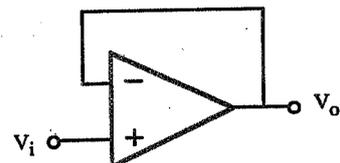

Figura 8.7. Amplificador seguidor.
• **Seguidor.** Por último, la configuración seguidor (figura 8.7) tiene una ganancia  $A_v=1$ , pero la impedancia de entrada y salida de este circuito valen  $Z_i \approx A_d R_i$  y  $Z_o \sim R_o / A_d$ , siendo  $R_i$  y  $R_o$  las impedancias de entrada y salida del OA. Por ejemplo, el 741 tiene las siguientes características:  $A_d=200.000$ ,  $R_i=1M\Omega$  y  $R_o=75\Omega$ . Aplicando las anteriores relaciones, se obtiene que las impedancias de entrada y salida del seguidor valen  $Z_i=2 \cdot 10^{10}\Omega$  y  $Z_o=3.7 \cdot 10^{-4}\Omega$ .